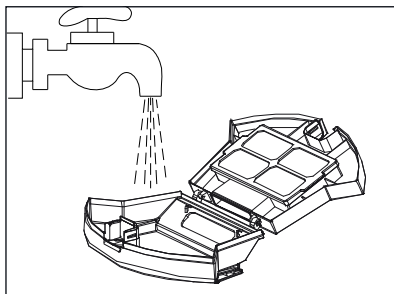

Fig. 12
- 6) Limpie el depósito de polvo **14** y el filtro integrado con agua fría o templada (consulte la fig. 12). Deje que el depósito de polvo **14** y el filtro integrado se sequen completamente al aire antes de volver a montar el depósito de polvo **14** en el aparato.